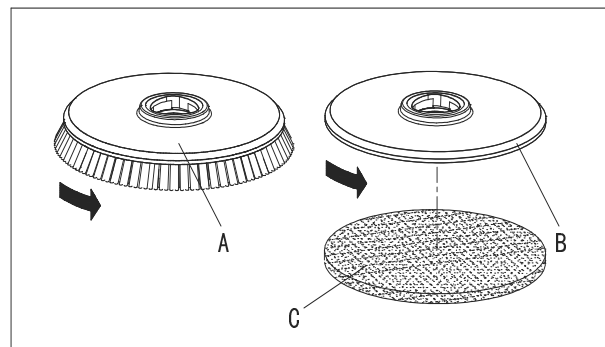

Figura 5
Instalați peria (A, Figura 5) sau suportul de lavetă (B și C, Figura 5) în funcție de tipul de podea ce urmează a fi curățată.
1. Inșerați cheia de contact (54) și rotiți-o la poziția "O".
2. Ridicați puntea apăsând pedala (10).
3. Dacă există, puneți ajustorul de viteză (56) la poziția ralanti prin rotirea sa în sens invers acelor de ceasornic.
4. Puneți periele (A, Figura 5) sau suportul de lavetă (B) sub punte (21).
5. Coborâți puntea pe perii/ suportul de lavetă apăsând pedala (10).
6. Rotiți cheia de contact (54) la poziția "I".
7. Apăsăți comutatorul de sistem aspirare și perie/suport de lavetă (60).
8. Apăsăți unul dintre comutatoarele angrenajului perie/înainte (50) pentru a antrena peria/ suportul de lavetă, apoi eliberați-l. Dacă este necesar, repetați procedura până când peria/ suportul de lavetă sunt antrenate.